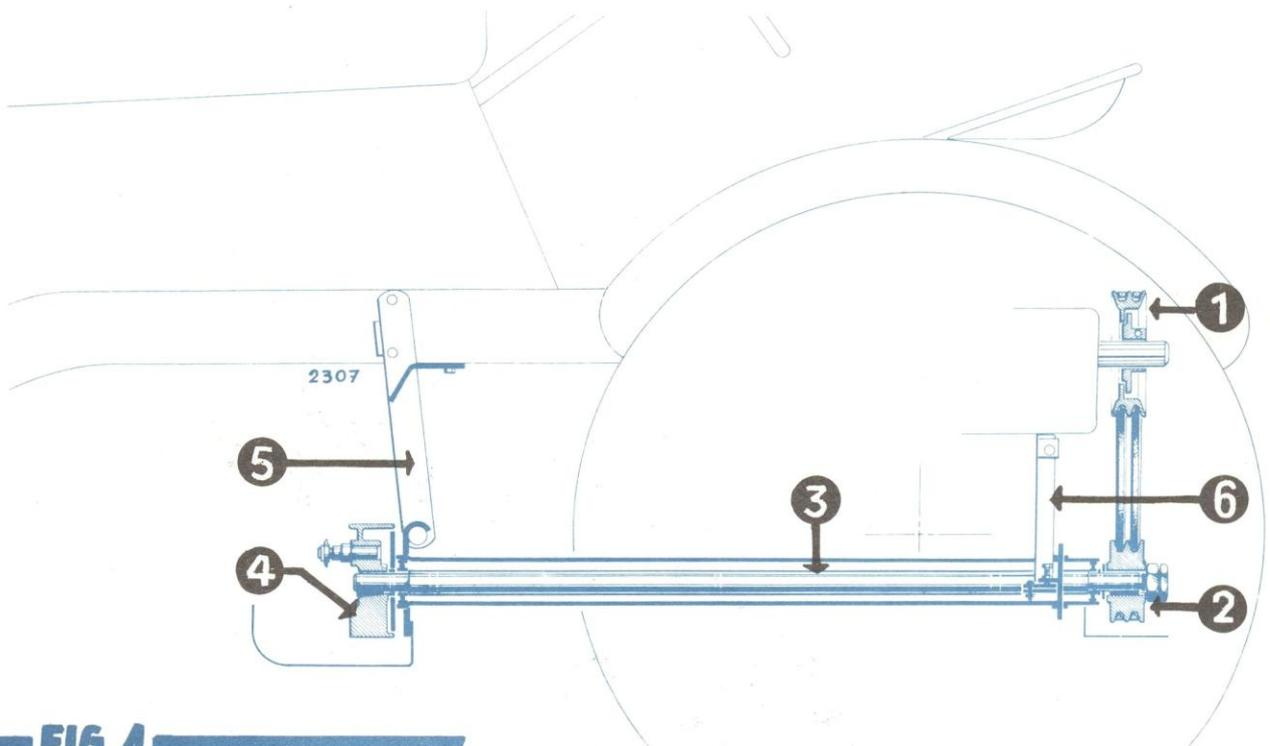

FIG.4
— (A) Prise de mouvement (FIG.4)